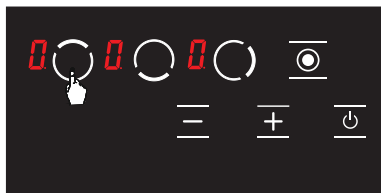

Abbildung 6
2. Die entsprechende Kochplatten-Auswahltaste wird berührt. Bei der ersten Berührung erscheint im jeweiligen Herd das Symbol. (siehe Abb. 6)